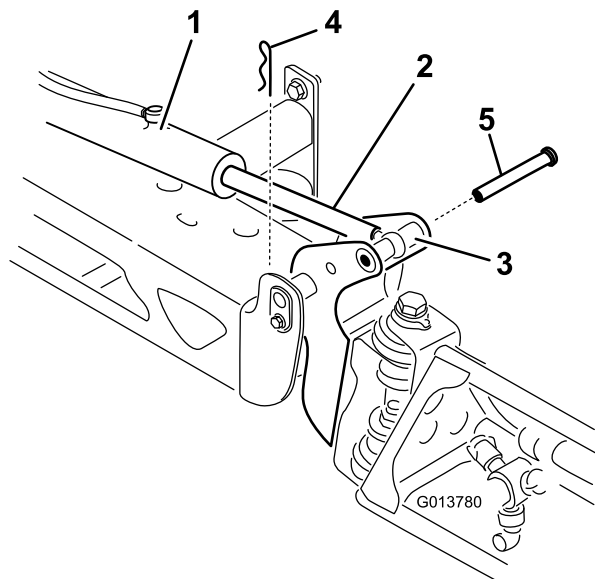

Figura 93
2. Retire o contrapino do pino de articulação (Figura 93).
3. Eleve rampa e retire o pino (Figura 93) e lentamente baixe a rampa para o solo.
9. Enquanto segura na rampa, insira o pino através tanto da articulação da rampa como da barra do acionador (Figura 93).